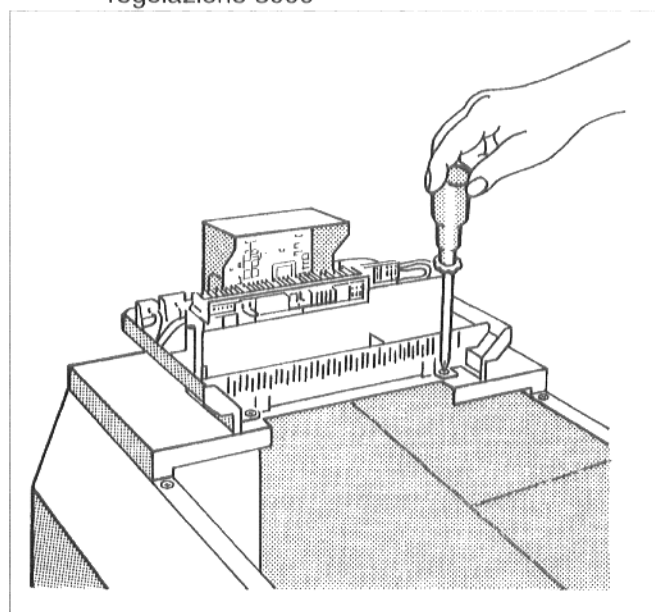

Fig. 15: Avvitare l'apparecchio di regolazione
- Avvitare l'apparecchio di regolazione con due viti sul coperchio anteriore della caldaia (Fig. 15).